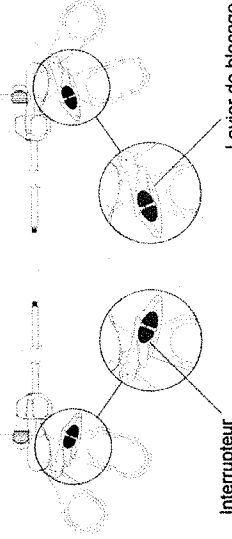

Fig. 3
1. Pousser l'interrupteur (voir Fig. 3) vers l'avant afin d'engager le mécanisme du cliquet.